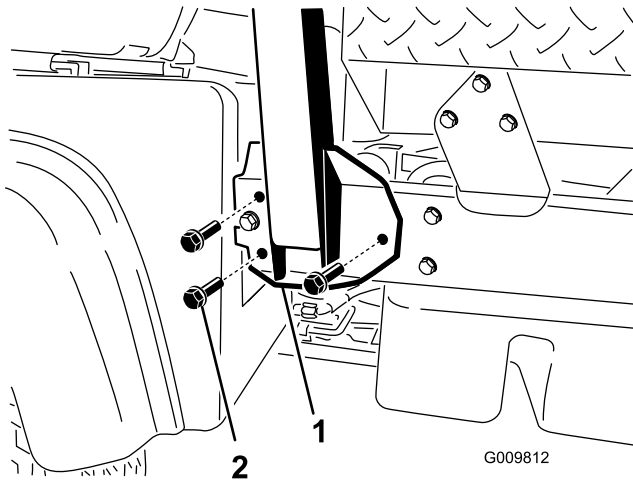

図 4
1. ROPSの両サイドを車両フレーム側面の取付け穴に合わせる(図 4)。